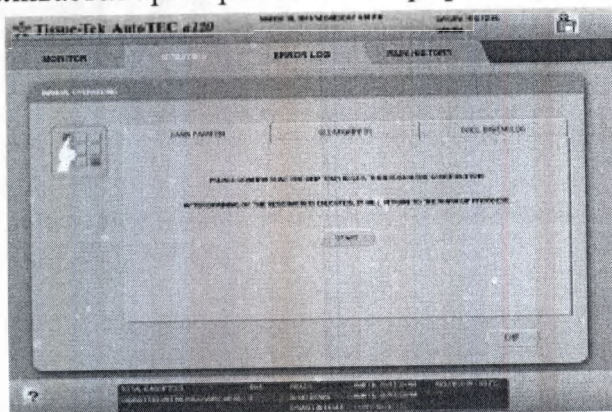

Рисунок 5Y
2. Коснитесь команды START (пуск) (рис.5Y). Как только происходит касание к значку Пуск, сливается примерно 150 мл парафина. (150 мл составляет примерно 1/3 от емкости поддона).